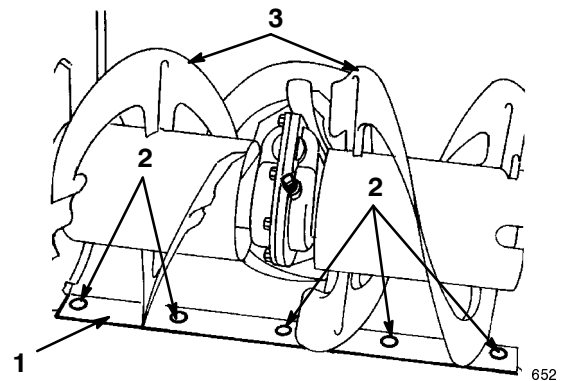

Figure 27
5. Placez un support sous les lames de la tarière pour qu'elles se trouvent à 3 mm du sol (Fig. 27).
7. Pour corriger la position de la lame racleuse, desserrez les 5 vis de montage (Fig. 27), mettez la lame de niveau à la hauteur voulue et resserrez les vis.